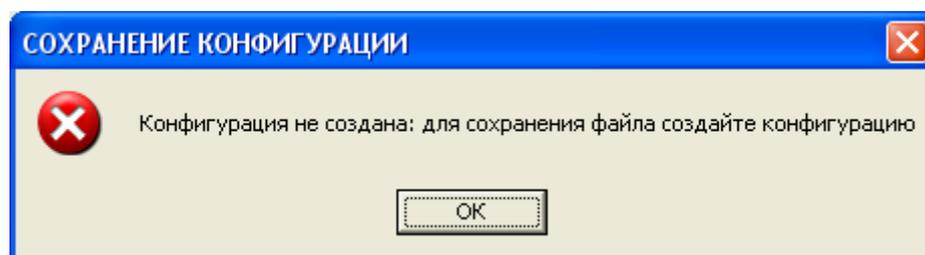

Рисунок 69. Окно сообщения об ошибке сохранения файла конфигурации
- 1) Если файл конфигурации не был создан до выполнения функции сохранения, то выдается сообщение – рисунок 69.